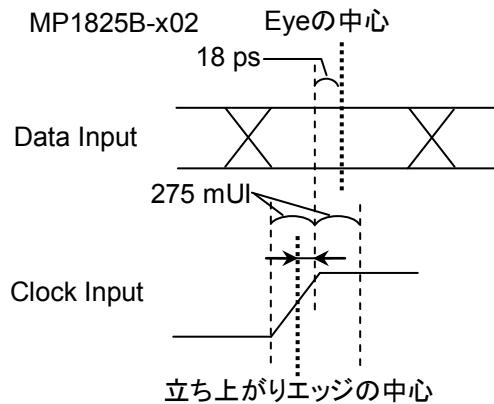

図3.3-2 Data Input と Clock Input の位相差 (MP1825B-x02)
Data Input と Clock Input へ入力するデータとクロックの位相差を、図3.3-2のとおり調整してください。MP1825B-x04 の場合は、Data/Clock Adjustment 機能を使用して位相差を自動調整できます。
- Data Input と Clock Input へ入力するデータとクロックの位相差を、図 3.3-2 のとおり調整してください。MP1825B-x04 の場合は、Data/Clock Adjustment 機能を使用して位相差を自動調整できます。
- Data Input と Clock Input へ入力するデータとクロックの位相差を、図3.3-2のとおり調整してください。